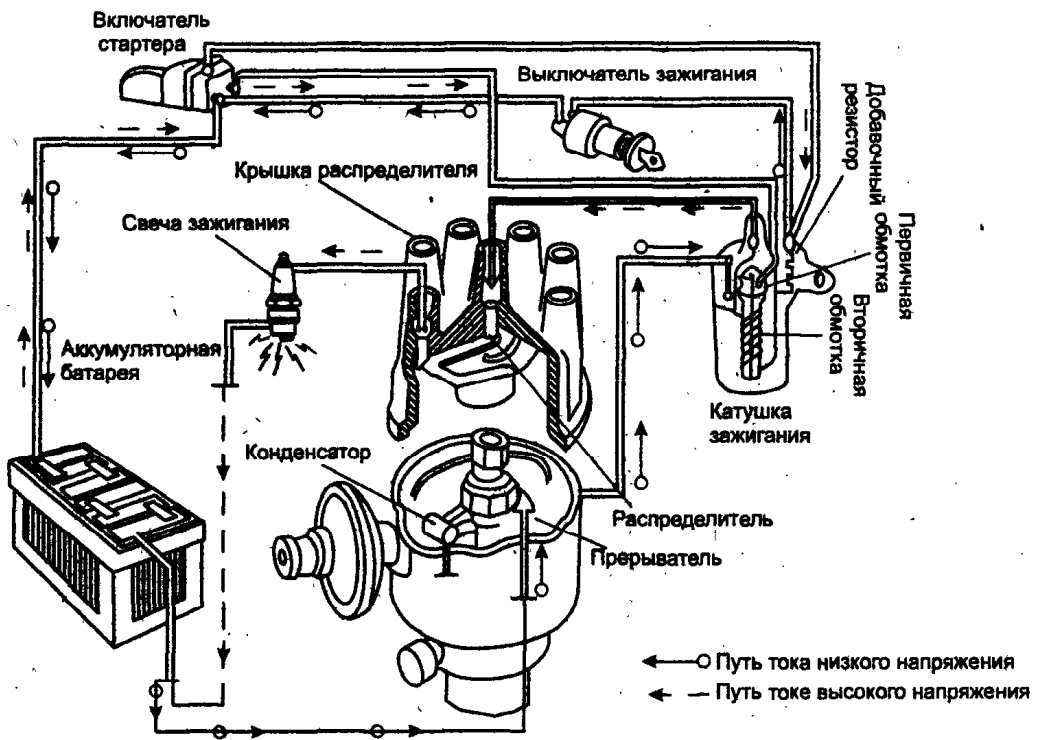

Рис. 83. Схема контактной системы зажигания
**Контактная система зажигания** состоит из аккумуляторной батареи, генератора, катушки зажигания, прерывателя-распределителя, искровых свечей зажигания, выключателя зажигания, проводов высокого напряжения и проводов низкого напряжения (рис. 83).